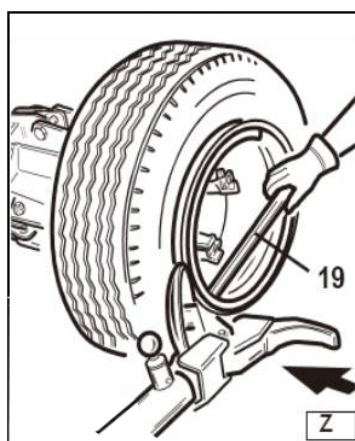

Рисунок 33
– Вставьте рычаг 19 (рис. 33) в соответствующее гнездо так, чтобы приподнять свободную сторону кольца или сделайте это с помощью специального ролика.
– Продолжайте вращать зажимное устройство против часовой стрелки и одновременно прижимайте диск к кольцу (рис. 33), пока стопорное кольцо не освободится.